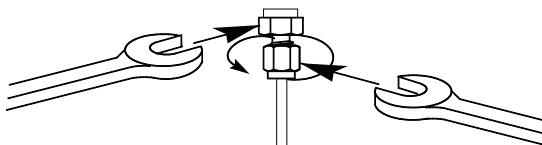

Figura 13 Aperto final
- 8 Para conexões Swagelok de 1/8 pol.**, use duas chaves de boca de 7/16 pol. para apertar a conexão 3/4 de volta (Figura 13).
Para conexões de 1/4 pol., use duas chaves de boca de 9/16 pol. para apertá-las 1-1/4 de volta (Figura 13).